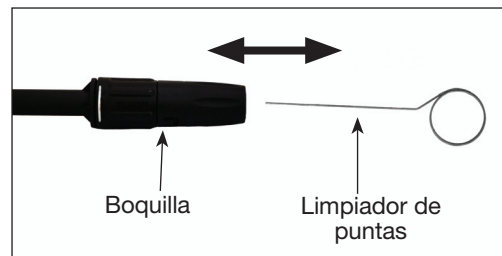

Figura 14
- Usando el limpiador de puntas que se incluye, o un sujetador de papeles desdoblado, introduzca el alambre en el orificio de la boquilla y muévelo hacia adelante y hacia atrás hasta quitar la obstrucción (vea la figura 14).